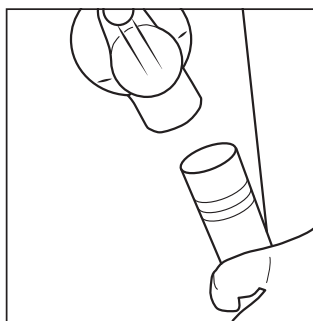
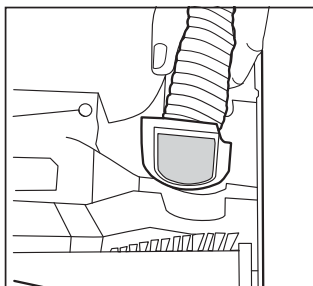

Fig. 3
Fig. 4
2. Si el paso anterior no es suficiente, retire el manguito de la manguera de la entrada del puerto de acople (Fig. 3). Si no encuentra la obstrucción, dé vuelta la aspiradora y retire la placa inferior. Revise el tubo de entrada de la boquilla en busca de obstrucciones (Fig. 4). Retire las obstrucciones del tubo y vuelva a colocar la placa inferior.